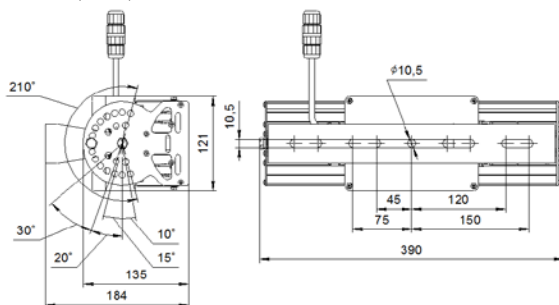
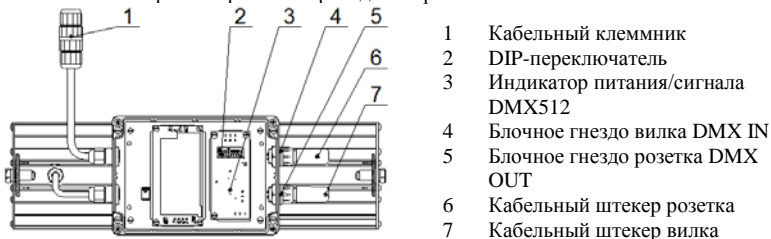

Рис. 1 Габаритные размеры светильника
Рис. 2 Органы управления
5.3. Открутить крышку клеммной коробки. Установить адрес или автономный режим работы светильника при помощи DIP-переключателя (см. ниже). Внешний вид светильника с открытой крышкой приведён на рис. 2.
К сети светильник подключается через кабельный клеммник (рис.2, поз. 1). Подсоединить сетевые провода (кабель круглого сечения с диаметром наружной оболочки 7-12 мм, сечение жил не менее 0,75 мм²) к разъёму, согласно маркировке (рис. 1). Затянуть резьбовые элементы разъёма.